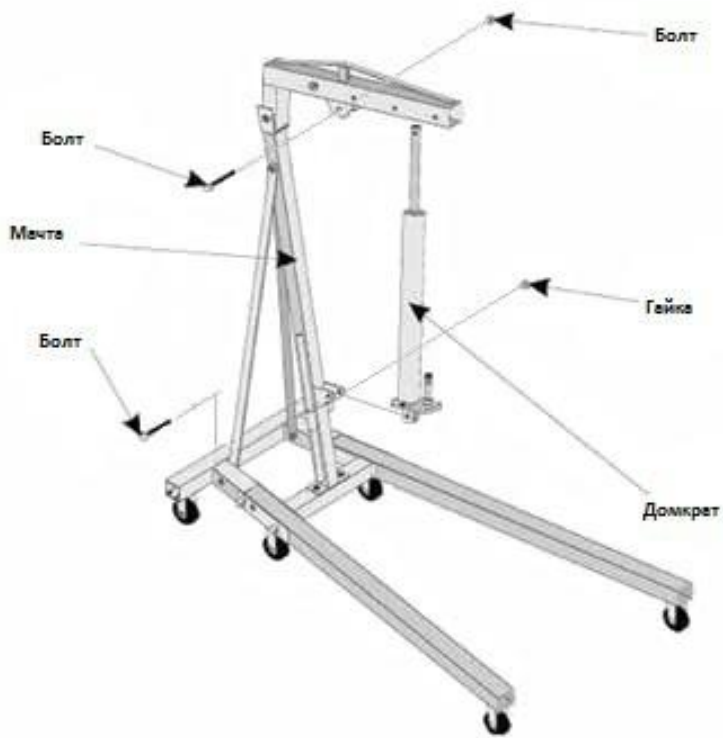

Рис.6
7. Установите нижний конец домкрата на мачте, используя болт и гайку. Закрепите верхнюю часть домкрата на стреле используя болт и гайку. (См. Рис. 6)